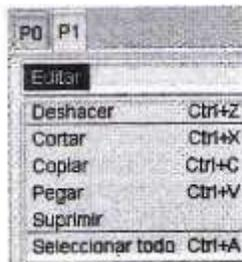

Figura 5-4. El menú *Editar*.
2. Debajo de las pestañas de los programas, se encuentra el menú *Editar*, que está disponible únicamente para la edición de programas de texto. Como se puede observar en la figura 5-4, el menú *Editar* tiene disponibles los siguientes comandos: